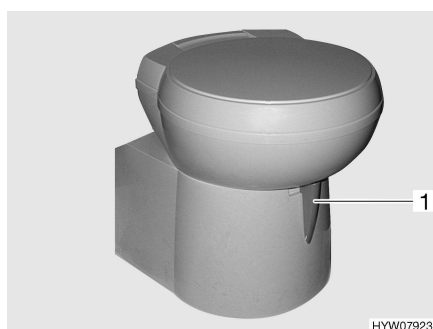

Fig. 110 Taza del inodoro Thetford (basculable)
- Antes del lavado, abrir la corredera del inodoro Thetford. Para ello, empujar la palanca de corredera (Fig. 110,1) en sentido contrario a las agujas del reloj.
- Girar la palanca de corredera (Fig. 110,1) en sentido de las agujas del reloj. Se cierra la corredera. Para el vaciado **debe** estar cerrada la corredera en el inodoro Thetford.